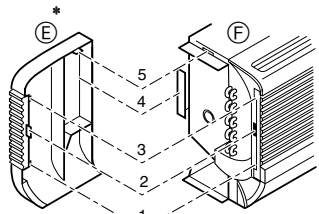

Fig. 3-9
* Δομική κατασκευή του πλευρικού πλαισίου και του κορμού της μονάδας (Fig. 3-9)